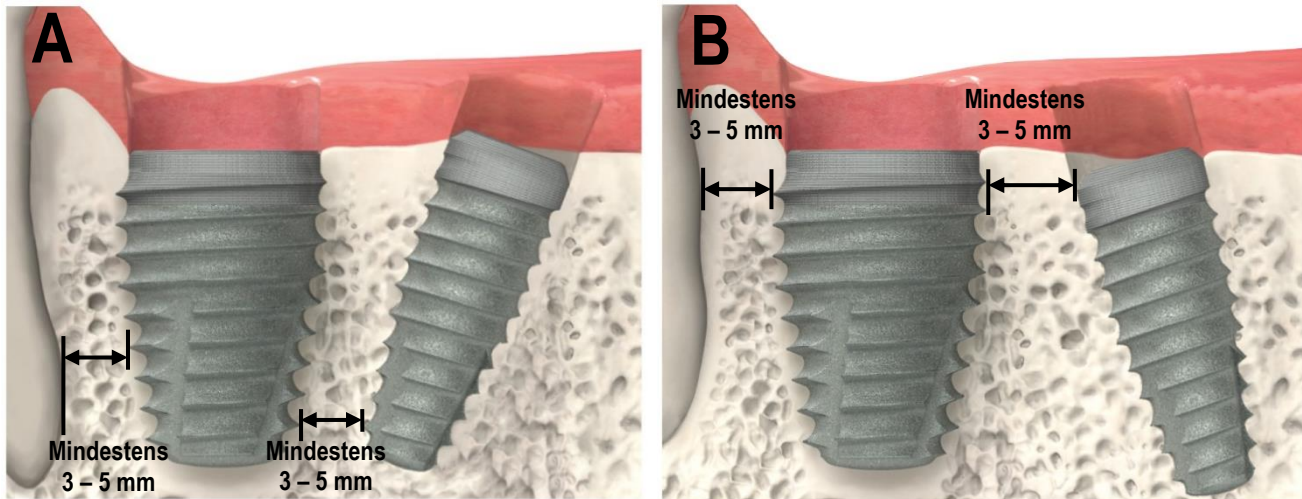

Abbildung 1. Warnhinweise und Vorsichtsmaßnahmen (3)
Dentalimplantate können aus vielen Gründen brechen, u. a. aufgrund von Überbelastung infolge einer nicht passenden Okklusion, Metallermüdung und zu festem Anzug des Implantats während der Insertion. Ein bestimmter Prozentsatz von Implantaten kann die Knochenverankerung nicht erreichen oder erhalten, was sich durch Lockerung zeigt, und sollte entfernt werden. Zu den möglichen Ursachen für Abutmentfrakturen gehören u. a.: Guss über einen 30-Grad-Winkel hinaus, Titanguss über 2010 °F (1099 °C), unzureichende Implantatunterstützung bei periodontal beeinträchtigten Zähnen, nicht passive Passung der Superstruktur, Überbelastung aufgrund unsachgemäßer Okklusion, unvollständiger Sitz der zementierten Abutments und übermäßige Auskrugung von Zwischengliedern. Implantate von kleinem Durchmesser mit gewinkelten oder geraden Abutments sind aufgrund eines möglichen Versagens des Implantats für den anterioren und nicht für den posterioren Mundbereich bestimmt. Tapered IM-Implantate (1) sind auf den molaren Bereich begrenzt; (2) sind auf nur 1 Implantat pro molarem Extraktionsort beschränkt; (3) sind in einem Abstand von 3–5 mm von benachbarten Implantaten oder Zähnen einzusetzen, wobei der Abstand von der apikalen Länge des Implantats zum benachbarten Implantat bzw. vom Implantat bis zum Kontaktpunkt mit dem Zahn nach koronar 3 mm bis zum Alveolarkamm betragen sollte (**Abbildung 1**); (4) sollten mindestens 1,5 mm bukal oder lingual von der Alveolaroberfläche entfernt sein, um ein korrektes Einsetzen zu ermöglichen; und (5) werden verwendet, wenn der Chirurg festgestellt hat, dass das Einsetzen eines Implantats mit einem engeren Durchmesser die Wahrscheinlichkeit für ein Versagen aufgrund einer schlechten Primärstabilität oder für umfangreichere chirurgische Verfahren, die zu Komplikationen führen, erhöhen würde.